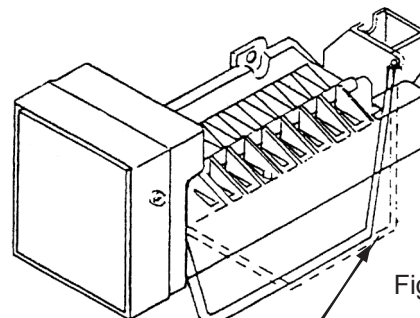

Figura 8
- Para que funcione la máquina de hielo, el alambre del brazo de corte debe estar bajado hasta su posición extrema inferior (vea la Figura 8).
- Puede detener manualmente la máquina de hielo elevando el brazo de corte hasta la posición de bloqueo, que es la posición extrema superior (vea la Figura 8).